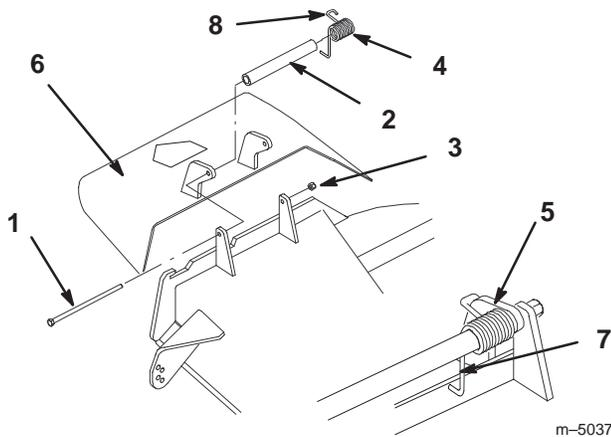

Bild 69
1. Entfernen Sie die Sicherungsmutter, Schraube, Feder und das Distanzstück, mit denen das Ablenkblech an den Mähwerkbügeln befestigt ist (Bild 69). Entfernen Sie defekte oder abgenutzte Ablenkbleche.